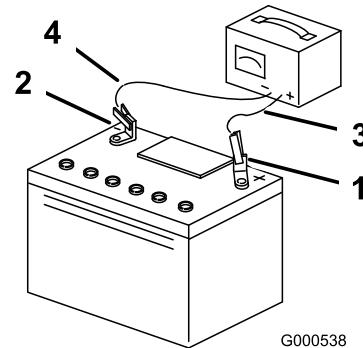

Figura 42
- Quando la batteria è completamente carica, staccate il caricabatterie dalla presa elettrica e scollegate i cavi di ricarica dai poli della batteria (Figura 42).